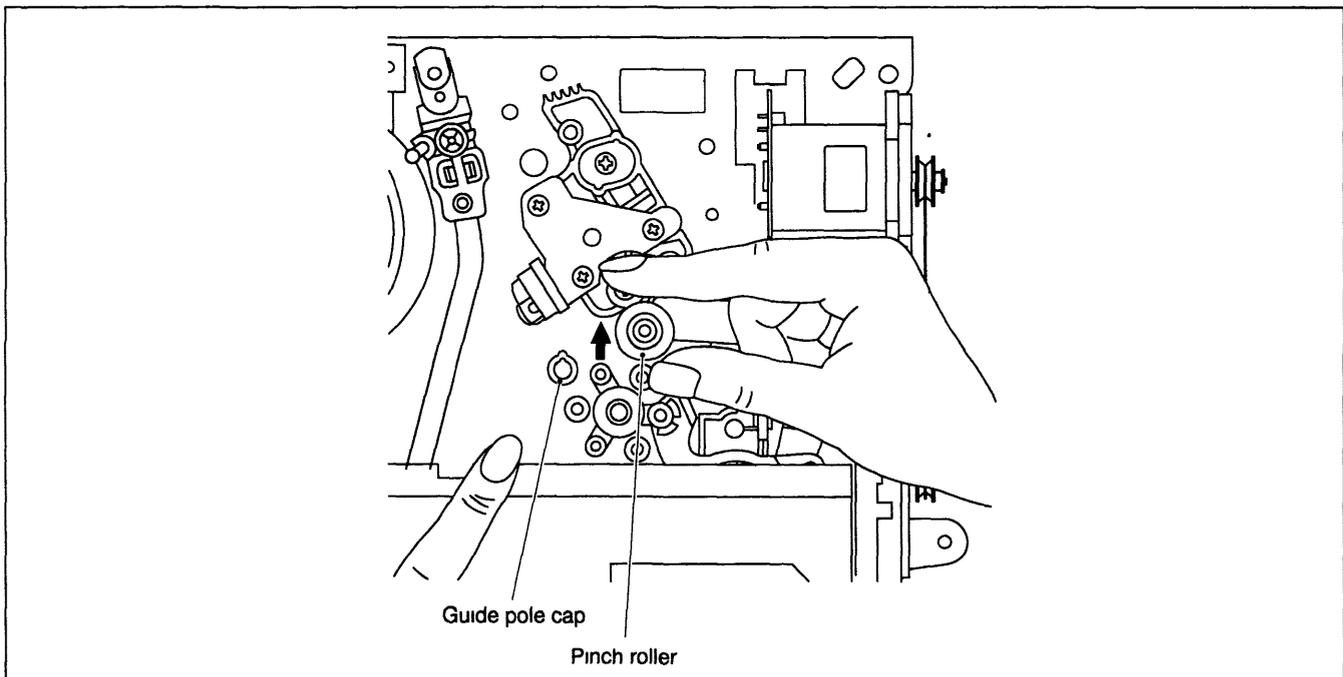

Fig. 2-1-4
- (3) Remova a placa superior como feito no passo (4) do item "1 No caso de falhas elétricas" e remova a capa do poste guia (guide pole cap) ao mesmo tempo (Veja Fig 2-1-4)
- (4) Enquanto mantém a tampa da fita cassete levantada, segure a caixa da fita cassete e rolo pressor (pinch roller) com os dedos e mova-os na direção do motor de carregamento para aliviar a pressão na fita. Então remova a fita enquanto remove o cassete do compartimento. (Veja Fig. 2-1-4)
- (5) Recoloque a capa do poste guia (guide pole cap) e recolha a fita frouxa para dentro do cassete